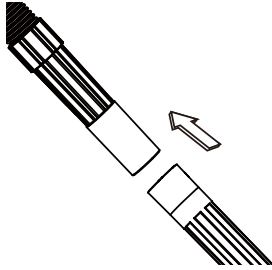

Fig. 7
14. Elija el accesorio deseado e insértelo en el extremo de la manguera 13. Fig. 7.